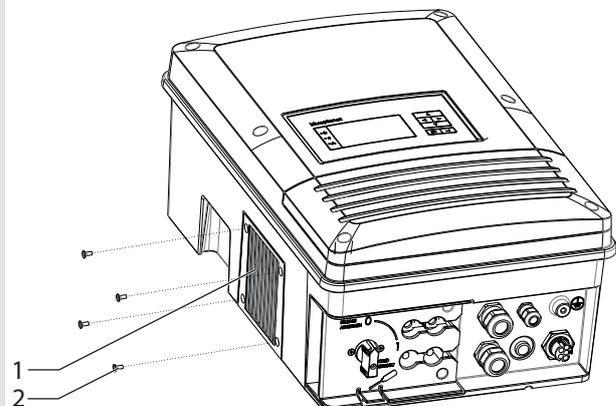

Bild 38: Lüfter ausbauen
3. Lüfterabdeckung mit den Schrauben von der Lüfteraussparung lösen (Bild 38).